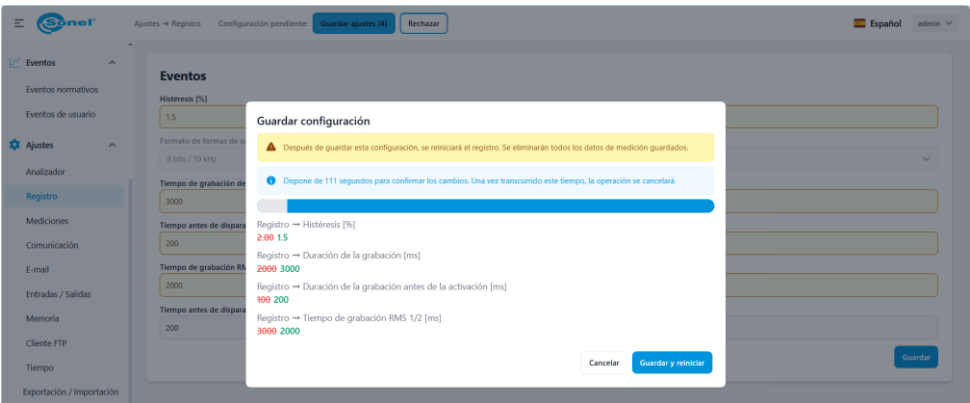

Fig. 6. Lista de cambios realizados en los ajustes y confirmación de cambios
- Al pulsar **GUARDAR AJUSTES** se mostrará una ventana con un listado de todos los cambios introducidos (configuración actual y configuración nueva). Se informa al usuario si guardar la nueva configuración implica reiniciar el registro o si no es necesario. Al pulsar **GUARDAR Y REINICIAR** se guardan los nuevos ajustes en el analizador, se borran todos los datos de la tarjeta de memoria y se inicia un nuevo registro (Fig. 6). Por otro lado, si el botón solo indica **GUARDAR**, los datos de la tarjeta no se eliminarán y el registro continuará sin interrupciones. El usuario tiene tiempo para confirmar los cambios, indicado por la barra de progreso.